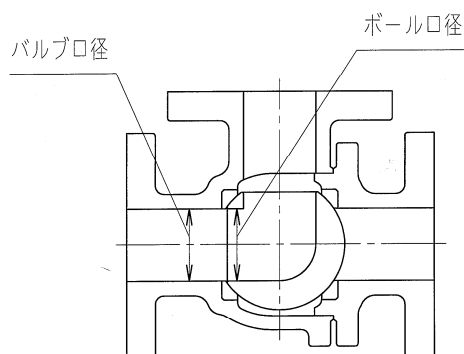

図35
- ・ 3方弁の場合はボール口径が見える側からボールをのぞき、ボール口径がバルブ口径の中心に位置するように調整してください。(図35)